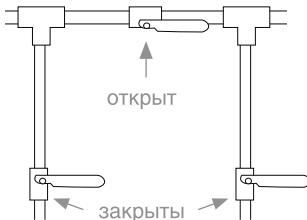

рисунок 3
- 3** Технические условия на умягчитель, как и большинство правил эксплуатации водопроводно-канализационных систем, предполагают использование на месте установки умягчителя воды байпасного крана (см. рисунок 3). Байпасный кран упрощает установку и обслуживание умягчителя. Кран также, в случае необходимости, обеспечит подачу к потребителю неумягченной воды. Рекомендуется открывать байпасный кран при проведении работ по обслуживанию скважины, водопровода или насоса с последующим сливом первых порций загрязненной воды до запуска умягчителя.
- 1 Если Вы установили перепускной кран, удостоверьтесь в том, что он находится в рабочем положении (см. рисунок 3).